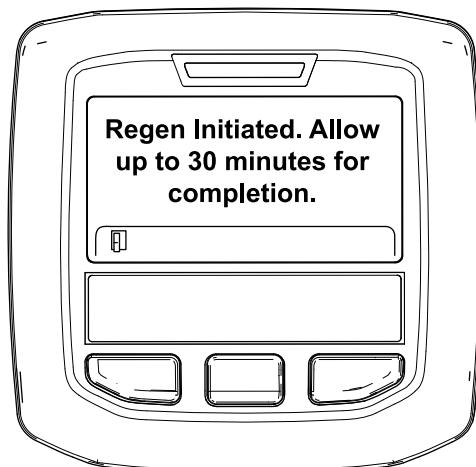

Figura 49
- Si se admite la restauración, aparece el mensaje "Regen Initiated. Allow up to 30 minutes for completion" (Restauración iniciada. Espere 30 minutos hasta su finalización) en InfoCenter. Espere hasta que la máquina realice el proceso de restauración con la máquina estacionada (Figura 49).